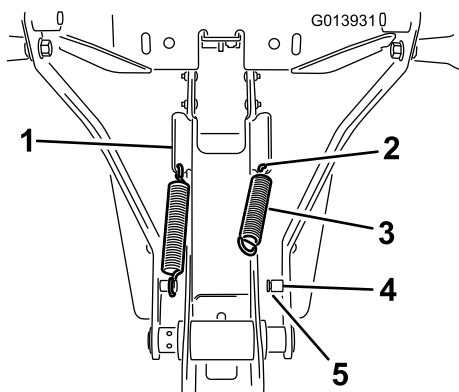

Figura 13
1. Instale el muelle en el taladro del extremo inferior de la pestaña inclinada del lateral del conjunto del lado del bastidor (Figura 13).
2. Enganche un extremo del muelle en el taladro. Utilice una herramienta apropiada para estirar el muelle hasta que el otro extremo alcance la clavija del brazo de sujeción (Figura 13).
3. Asegúrese de que el extremo del muelle queda correctamente asentado en la ranura de la clavija (Figura 13).